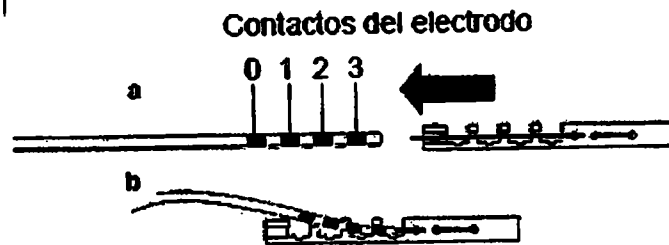

Figura 7. Acople el fiador corto al electrodo.
- a. Acople el fiador corto al extremo proximal del electrodo (Figura 7).